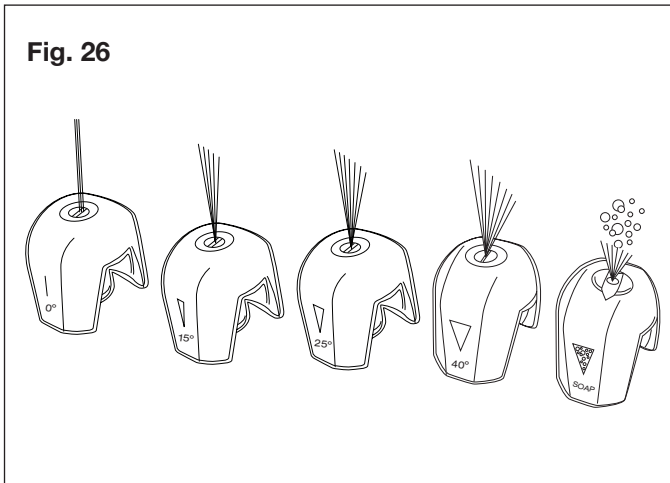

Fig. 26
5. Seleccione la boquilla adecuada para el trabajo (Fig. 26):